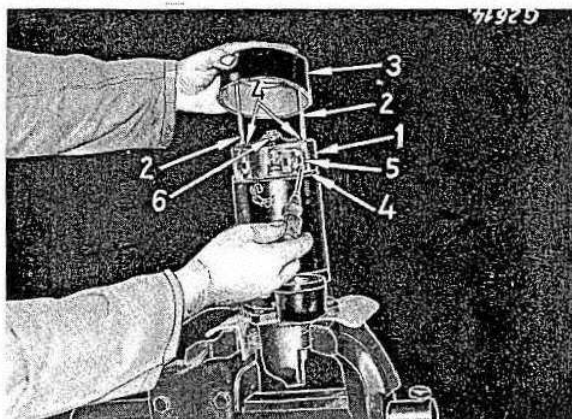

Bild 25
Ausgleichscheiben (6) Bild 25 wie beim Ausbau vorgefunden, vor und hinter Lagerflansch (1) legen. Ausgleichscheiben bei 1,8 kW-Anlasser, siehe (1 und 2) Bild 15.
Zur Kontrolle des Ankerlängsspiels zunächst Gehäuseschrauben (2) Bild 25 ohne Schutzkappe ansetzen und über Kreuz festziehen.